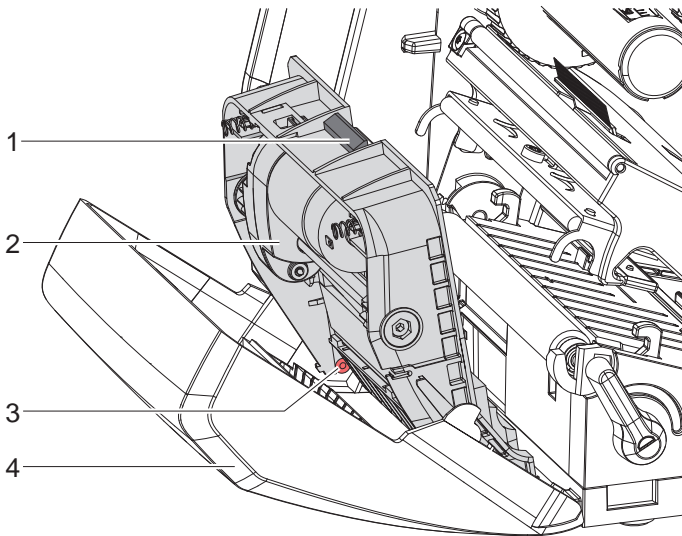

Figure 4 Démontage du massicot
- ▶ Tourner l'arbre (6) dans le sens des aiguilles d'une montre avec un tournevis Torx TX10 jusqu'à ce que les crémaillères (7) soient désengagés.
- ▶ Retirer la lame supérieure (9) des guides (8).
- ▶ Retirer la lame inférieure (10).
- ▶ Insérer la lame inférieure par le haut dans les supports (11).
- ▶ Si nécessaire, replacer les ressorts (12) dans les dispositifs de retenue de ressort (13).
- ▶ Pour remonter la lame supérieure, appuyer la lame inférieure sur le cache et pousser la lame supérieure vers le haut dans le guide jusqu'à ce que les crémaillères (7) puissent s'engager dans les roues dentées (5).
- ▶ Tourner l'arbre (6) dans le sens inverse des aiguilles d'une montre avec le tournevis Torx TX10 jusqu'à ce que la lame atteigne la butée supérieure.
5. Accrocher le bloc massicot (2) conformément à la figure 4 dans les axes (3) et basculer le couvercle (4) jusqu'à ce qu'il s'enclenche.